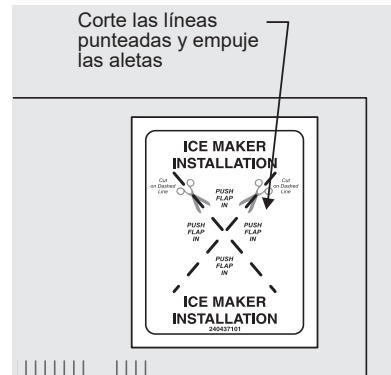

figura 3
7. Use un cuchillo de cocina pequeño para cortar las líneas punteadas en la etiqueta de instalación de la máquina de hielo que se encuentran en el panel trasero exterior del refrigerador en la esquina superior derecha. Vea la figura 3. Jale las aletas hacia adentro hasta que se peguen a la unidad.